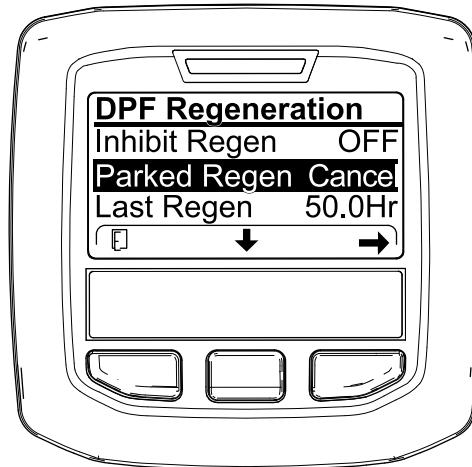
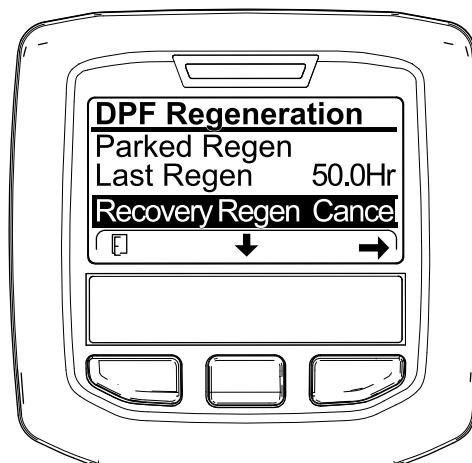

Bild 58
Bild 59
2. Drücken Sie die mittlere Taste, um auf die Option PARKED REGEN. CANCEL (Bild 58) oder RECOVERY REGEN. CANCEL zu navigieren (Bild 59).
1. Zugreifen auf das Menü für die Regenerierung des Dieselpartikelfilters (Bild 58)